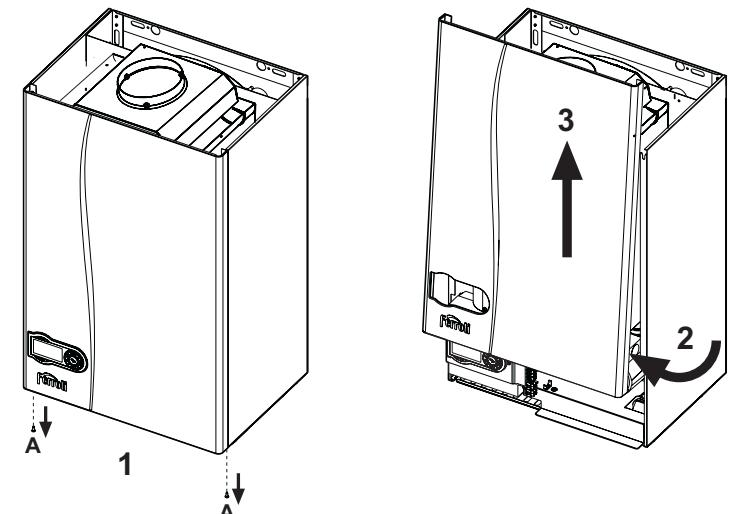

fig. 21 - Deschiderea carcsei
- Desurubați șuruburile A (vezi fig. 21).
- Rotiți carcasa (vezi fig. 21).